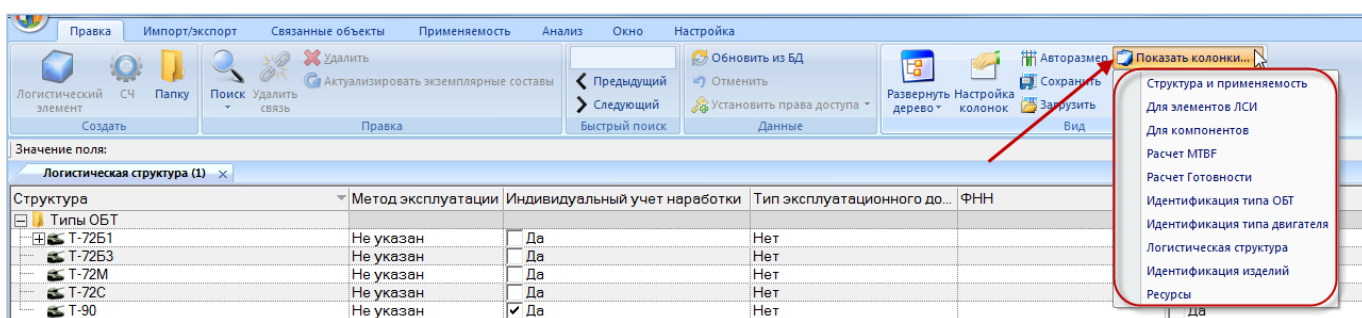

Рис. 10-3 – Список предустановленных наборов колонок для отображения в таблице
- 2) Выбрать функциональную вкладку «Правка», затем на панели «Вид» нажать кнопку «Показать колонки...» (рис. 10-3).
3) Выбрать из списка один из определенных по умолчанию набор колонок (например, «Для элементов ЛСИ», «Для компонентов», «Идентификация изделий» на рис. 10-3). В рабочем окне «Логистическая структура» отобразятся выбранные колонки.